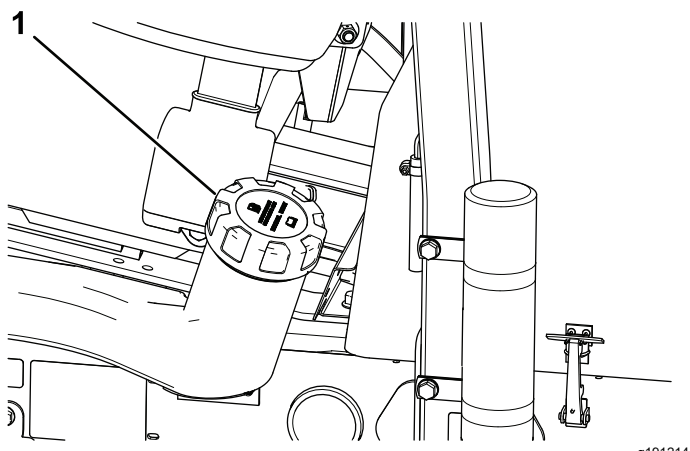

Figure 46
2. Nettoyez la surface autour du bouchon du réservoir de carburant (Figure 46).